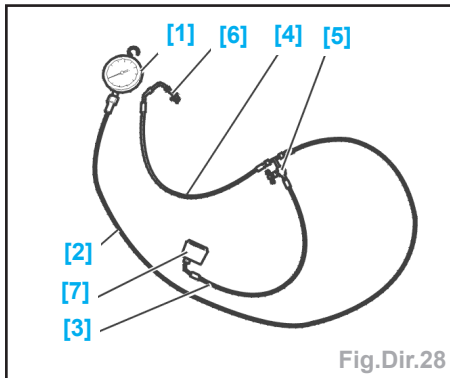

Fig.Dir.28
- Préparer l'ensemble de contrôle [1], [2], [3], [4], [5], [6], [7] (Fig.Dir.28).